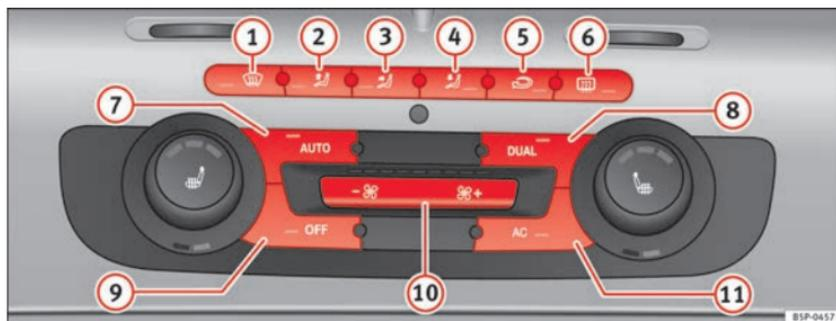

Fig. 132 Comandi del Climatronic 2C nel quadro strumenti
- Premere uno dei tasti compresi tra ⇒ fig. 132 ① e ⑤ oppure i tasti della ventola ⑩. La funzione selezionata compare nel display della radio o del navigatore.
- Il ricircolo dell'aria si attiva e si disattiva premendo il tasto  ⇒ fig. 132 . La funzione risulta attiva quando sul display appare il simbolo .